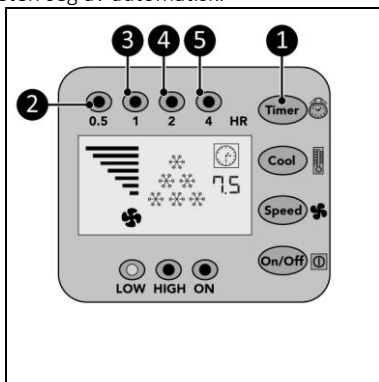

Figur 12
1. Trykk på Kjøle-knappen (Figur 12, pos. 1) gjentatte ganger for å stille inn den nødvendige omgivelsestemperaturen:
- 28 °C, displayet viser 1 kjøleindikator (Figur 12, pos. 4).
- 25 °C, displayet viser 2 kjøleindikatorer (Figur 12, pos. 3).
- 22 °C, displayet viser 3 kjøleindikatorer (Figur 12, pos. 2).
- <22 °C, displayet viser 6 kjøleindikatorer (Figur 12, pos. 2, 3 og 4).